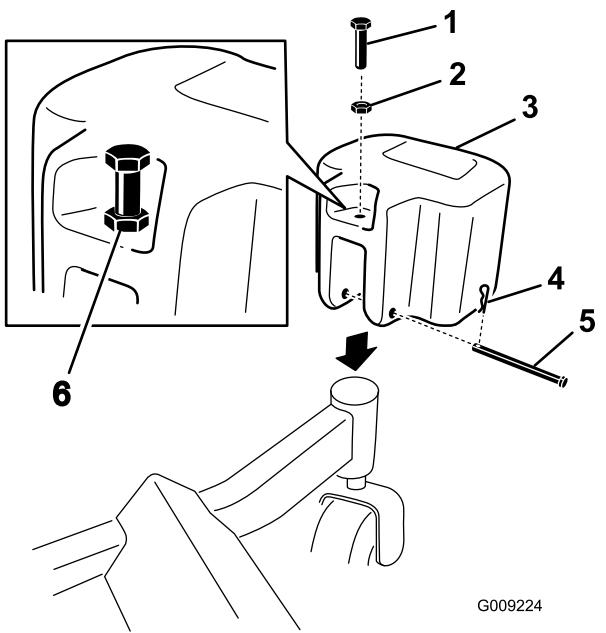

Bild 33
1. Montieren Sie Laufradballast mit einem Lastösenbolzen und einem Splint an den vorderen Laufrädern (Bild 33).
2. Setzen Sie die Mutter auf jeder Gewindeschraube auf und setzen Sie die Gewindeschrauben in jeden Ballast ein (Bild 33).